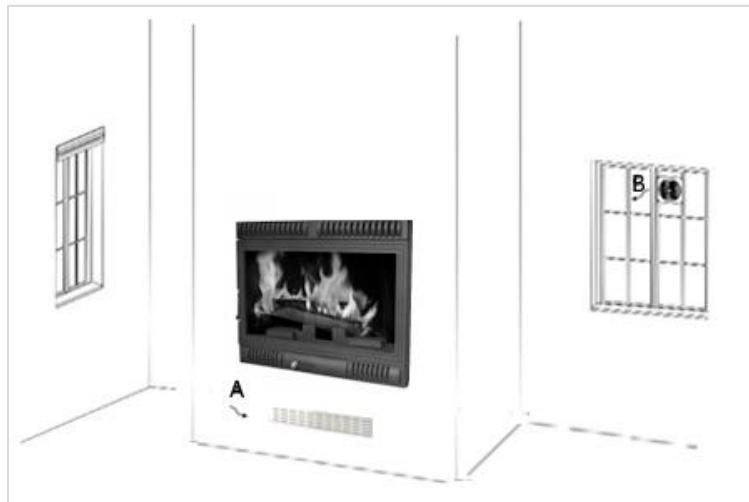

Figura 4
1. Il locale in cui è installata la stufa deve essere adeguatamente ventilato, poiché la stufa aspira la quantità d'aria necessaria sia per la combustione che per il riscaldamento. In assenza di finestre, o se finestre e porte sono ben chiuse, o se sono presenti dispositivi come una cappa aspirante, l'aria deve essere fornita dall'esterno. È possibile utilizzare griglie come quelle mostrate in Figura 4 (A e B).